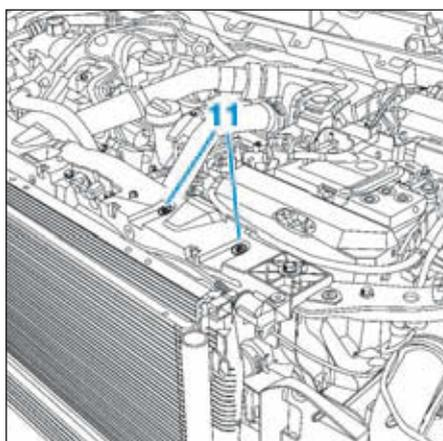

FIG.103
- Déposer les vis de fixation du faisceau de motoventilateur (11) (Fig.103).